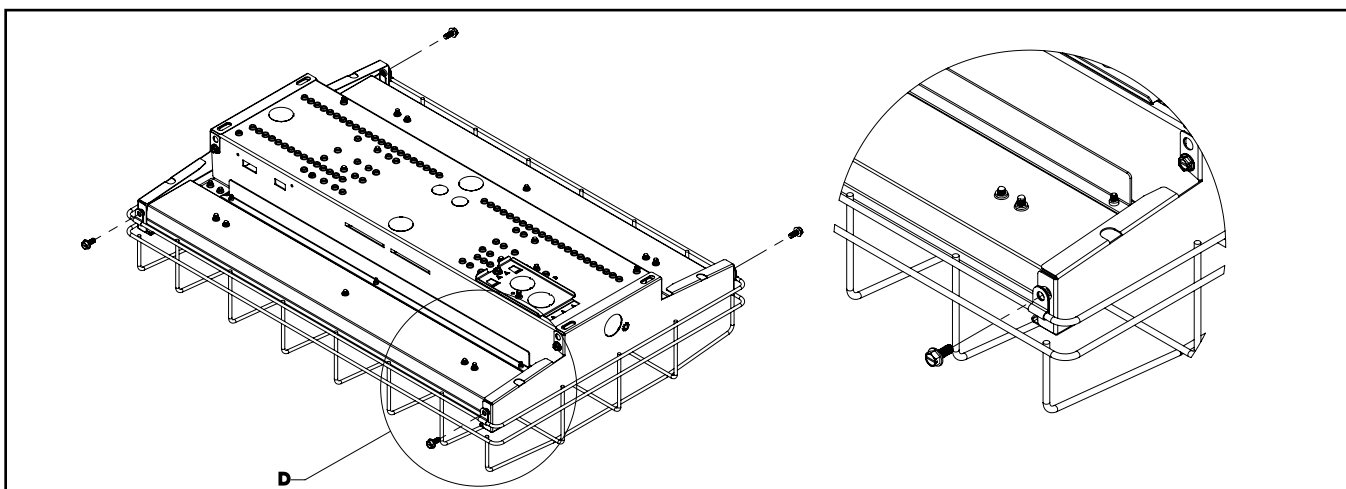

Figure 6.
6. Installez et serrez les 4 vis à tête no 10 x 9,5 mm [3/8 po] dans les pinces de montage et dans les trous de la plaque de fixation comme indiqué à la (figure 6).